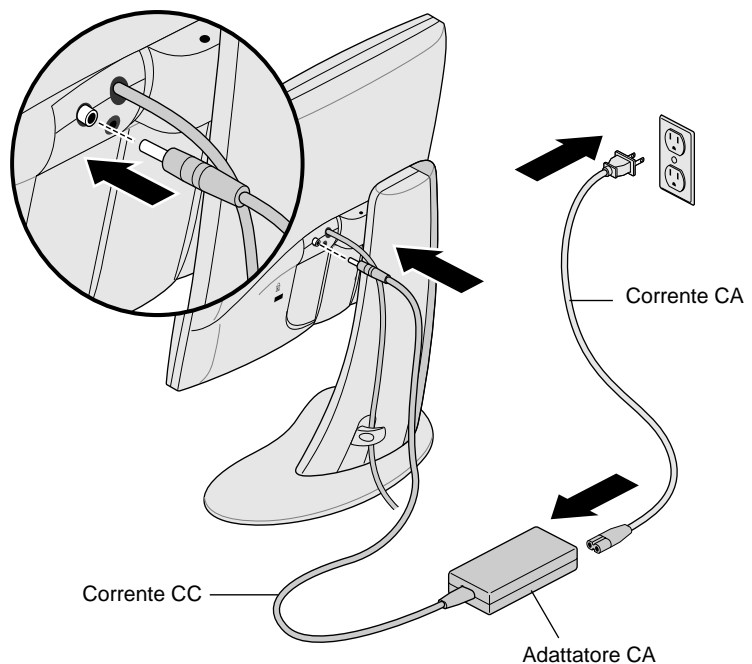

Figura 1-2 Collegamento del cavo di alimentazione e dell'adattatore CA.
- Collegare il cavo CC dall'adattatore CA al connettore di alimentazione CC posto sul retro del monitor, come illustrato nella Figura 1-2.